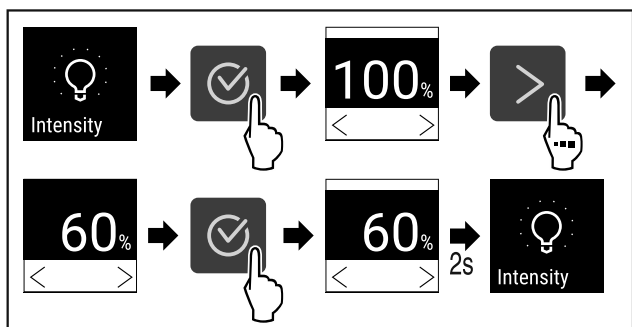

Fig. 72
- ▶ Følg anvisningene (se Fig. 72).